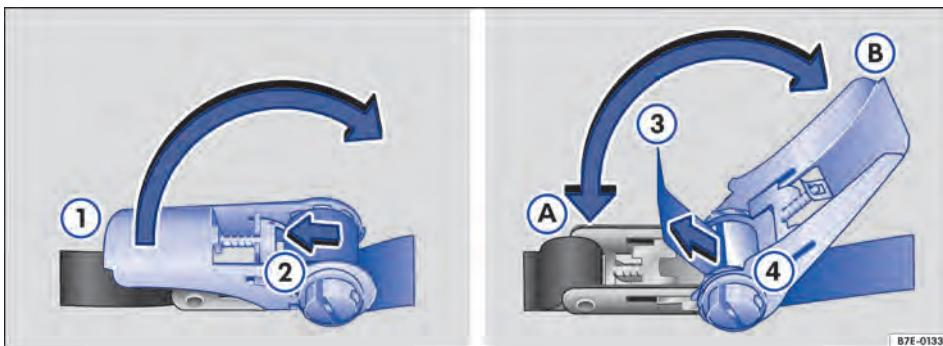

Fig. 127 Soltar e apertar a alavanca no cinto com catraca.
- Pressionar o cursor → Fig. 127 ② no sentido da seta para fora.